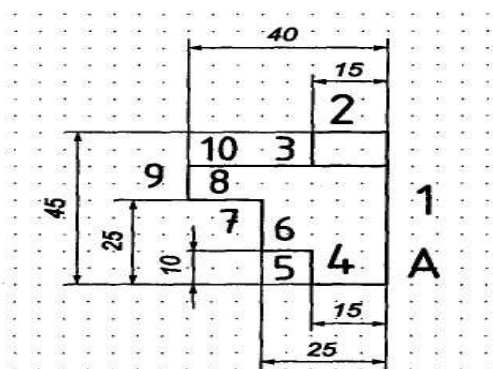
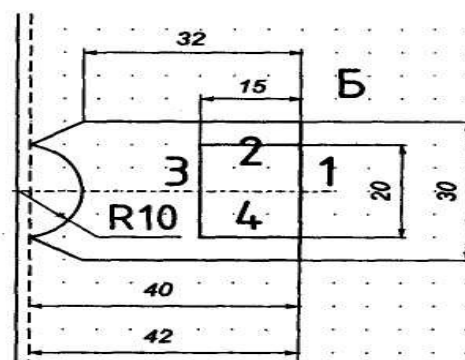

Рис. 37
Рис. 38
11. Зафиксируйте с помощью ЛКМ первую точку отрезка на пересечении вспомогательных прямых (точка А рис.37) и начните построение отрезка длиной 45мм, отсчитывая 9 узлов сетки от точки А с помощью кнопки **вверх** на клавиатуре.
13. Повторяем пп.10-12 для других отрезков (см. рис.37). Стрелки – это соответствующие кнопки на клавиатуре.
14. Для завершения вида спереди необходимо построить вид сверху. Отступаем от точки А (рис.37) 8 узлов сетки вниз – это правая верхняя точка вида сверху (рис.38, точка Б).
15. Повторяем пп.10-12 для отрезков 1-6 (см. рис.38).